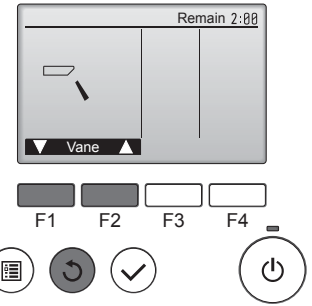

Fig. 6-6
- Compruebe el sistema automático de desviación del aire con los botones **[F1]** **[F2]**. (Fig. 6-6)